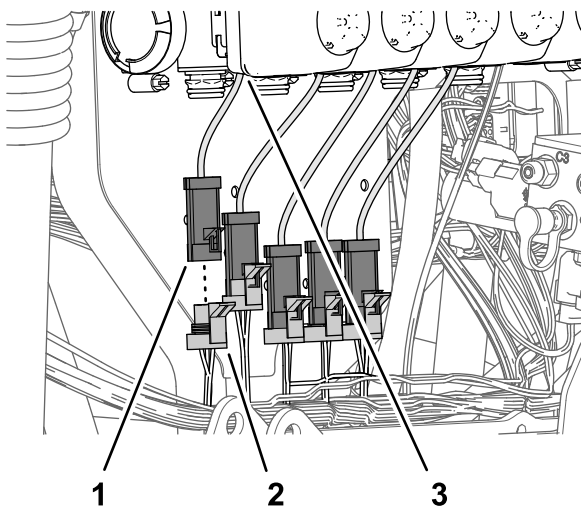

Figura 114
2. Conecte el conector hembra de 3 vías (Figura 114) de la rama de 89 cm del arnés de cables del kit marcado NOZZLE VALVE 1 en el conector
3. Conecte el conector hembra de 3 vías (Figura 114) de la rama de 89 cm del arnés de cables del kit marcado NOZZLE VALVE 2 en el conector de 3 pines del actuador de la válvula (posición 2).
4. Conecte los demás conectores hembra de 3 vías de la rama de 89 cm del arnés de cables del kit a los conectores de 3 pines de los actuadores de las válvulas (Figura 114).